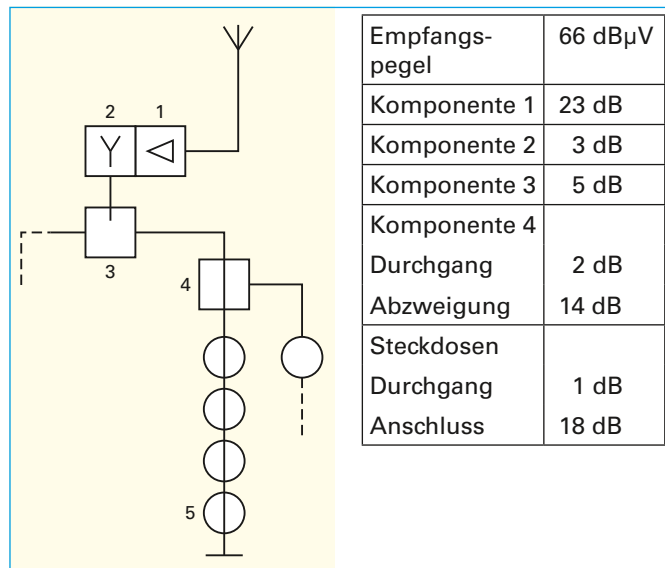

Bild 1: Baugruppen und Daten einer Antennenanlage
1.1 Geben Sie die fachgerechte Bezeichnung der Baugruppen ① bis ④ in **Bild 1** an.
- ① _____
② _____
③ _____
④ _____
1.3 Ermitteln Sie den Spannungspegel in dB μ V an der Steckdose ⑤ unter Berücksichtigung eines Antennengewinns von 15 dB und einer Gesamtkabeldämpfung von 4 dB sowie den in **Bild 1** angegebenen Dämpfungswerten.